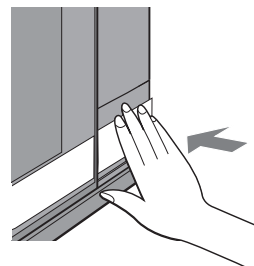

Figura 4
5. Instale el depósito de agua presionando con firmeza. (Figura 4)